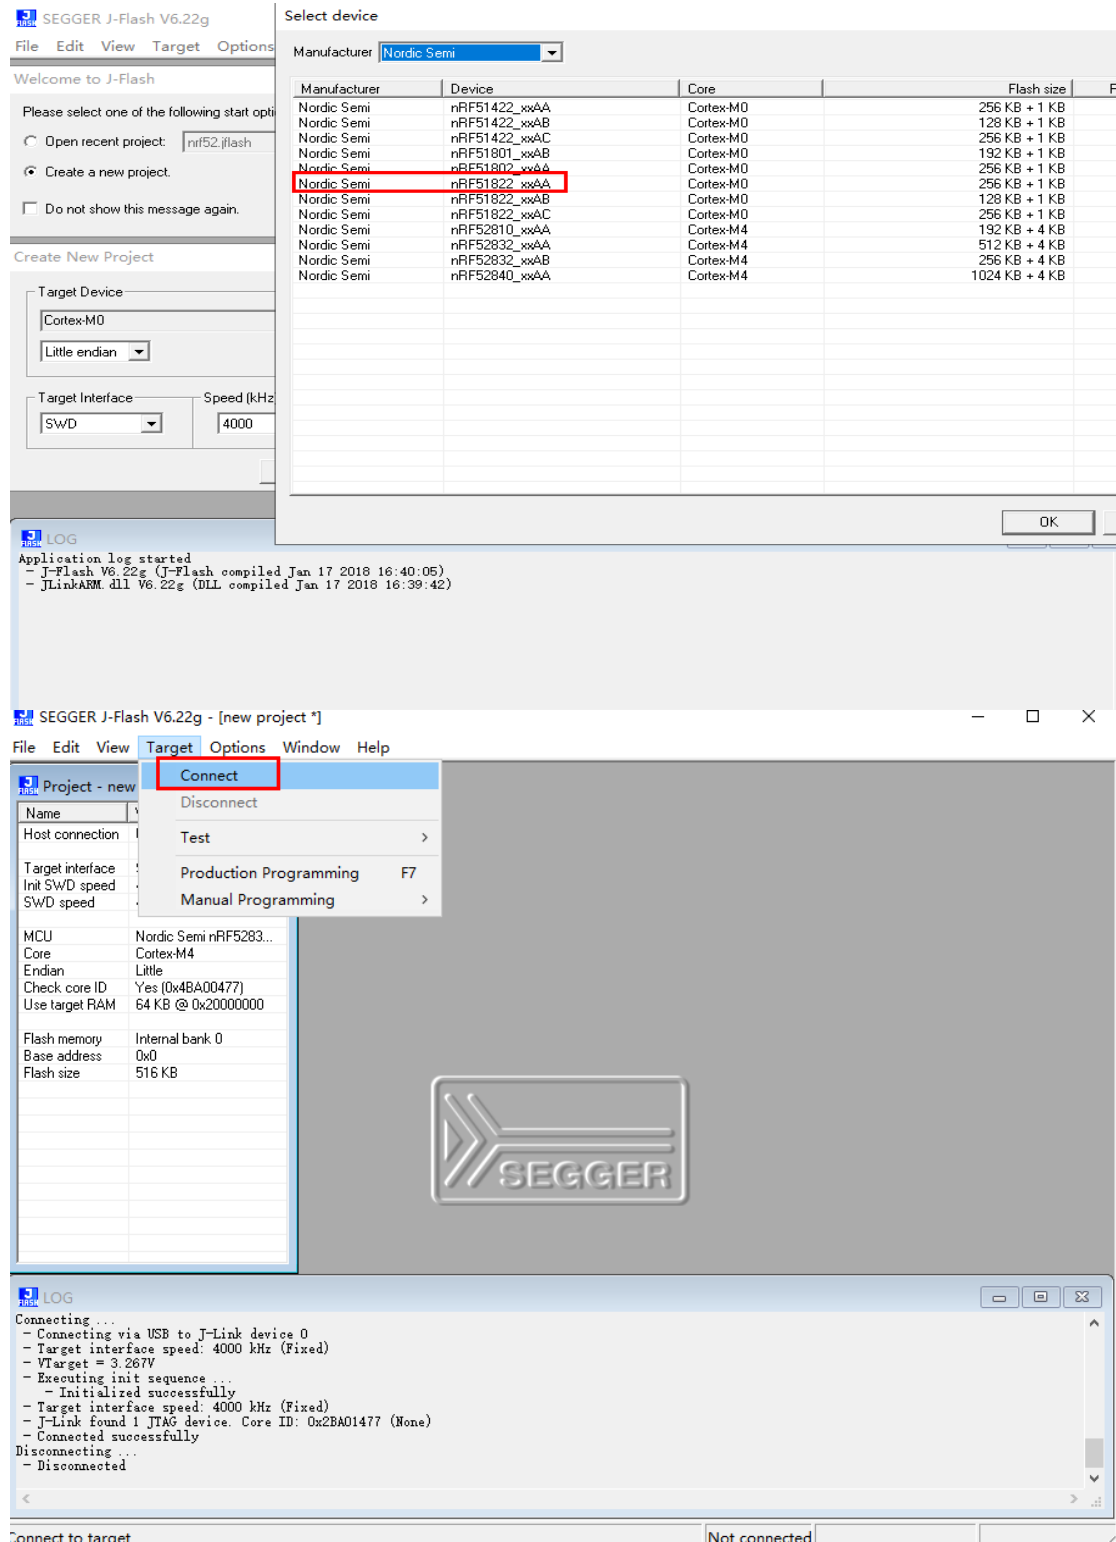

图 3.1.1 选择芯片及点击 Target->Connctet
- 3) 打开 J-FLASH，设置好要选连接的是啥芯片，点击“Target->Connect”，如图 3.1-1 所示；